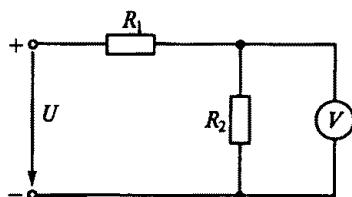

Рис. 162
5.6.Р. В электрической цепи, показанной на рис. 162, $U = 100$ В, $R_1 = 10000$ Ом, $R_2 = 30000$ Ом. Для измерения напряжения был использован вольтметр со шкалой на 100 В, сопротивление которого 30000 Ом, а класс точности 0,5. Какова абсолютная погрешность измерения напряжения?